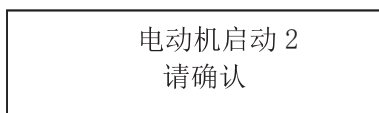

图 6-3
- ⇒ 经过启动 1-2 延时，再按“启动 II />”，如图 6-3，按“确认”键，OUT2 瞬间闭合，模拟反向或以第二种速度启动电动机，启动时交流接触器 I 应该处于断开状态。